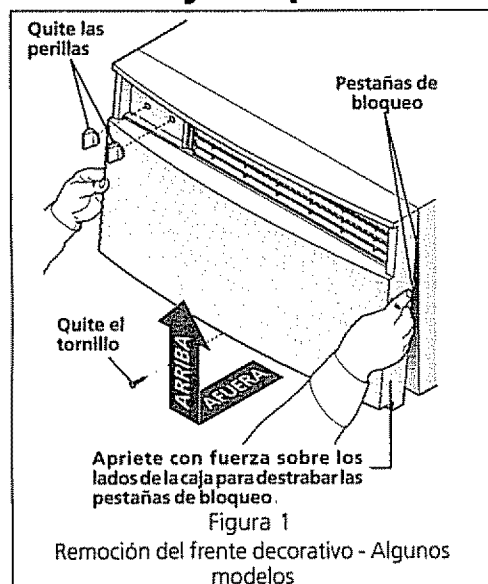

Figura 1
2. Quite las perillas jalando con fuerza. Quite el tornillo de sujeción delantero en la parte inferior del frente (Figura 1).